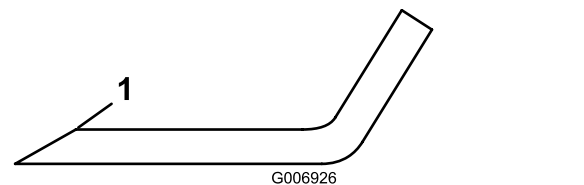

Рисунок 72
4. Осмотрите режущие кромки всех ножей; заточите их, если они затупились или имеют зазубрины; для обеспечения остроты ножей затачивайте только верхнюю сторону режущей кромки и сохраняйте первоначальный угол заточки (Рисунок 72).